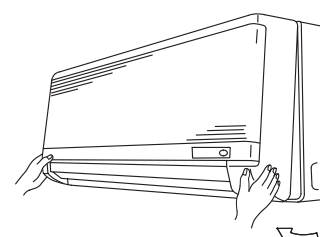

Fig. 3-24
- (6) Remove the grille. (Fig. 3-24)